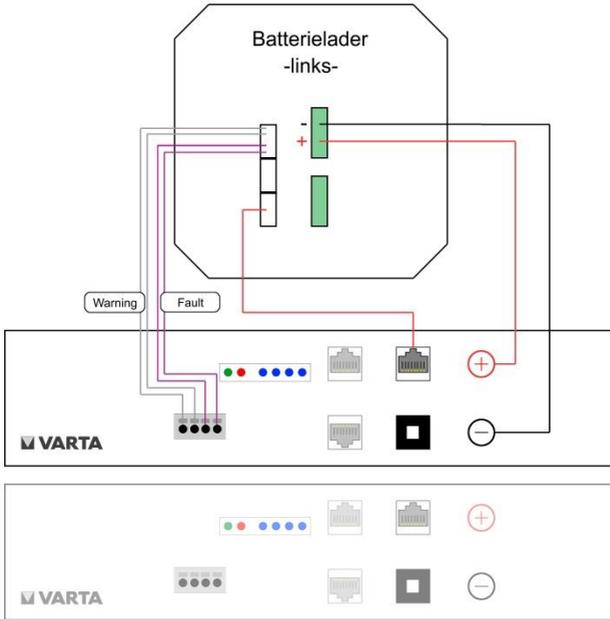

Abbildung 16: Verbindungen - Ausbaustufe element 6
- Anschlüsse am Batteriemodul gemäß Abbildung 16: Verbindungen - Ausbaustufe element 6.